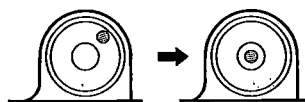

図6
- 整準ねじ⑥を操作して、円形気泡管⑩の中央に気泡を入れて下さい。(図6)